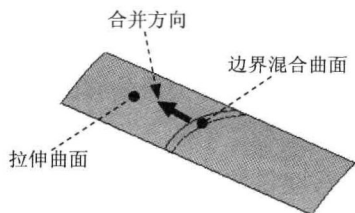

图 1.8 定义合并 1
Step9. 创建合并特征——合并 1。按住 Ctrl 键, 选取图 1.8 所示的边界混合曲面和拉伸曲面为合并对象; 选择下拉菜单 **编辑(E)** → **合并(G)** 命令; 单击调整图形区中的箭头使其指向要保留的部分, 如图 1.8 所示。